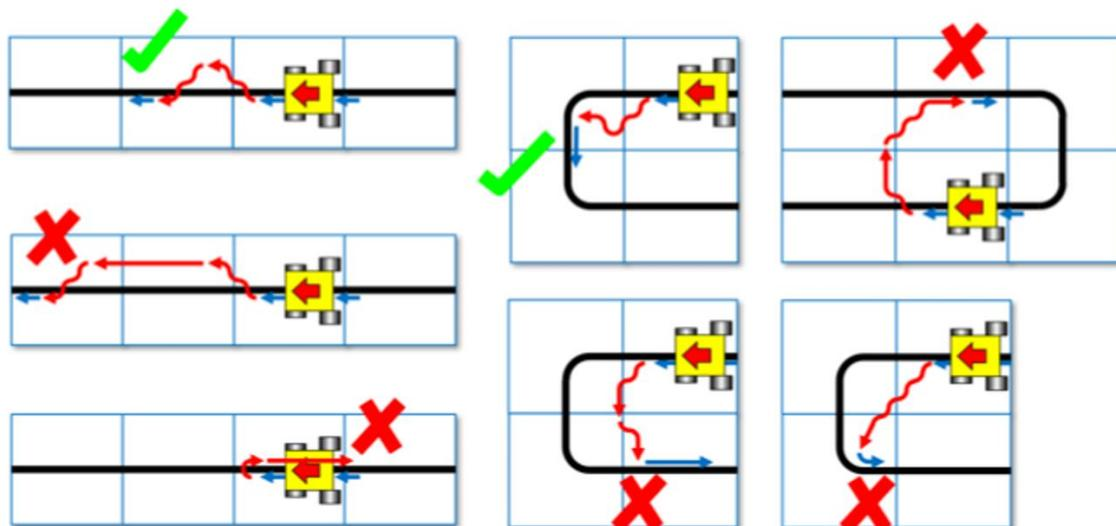

Рис.7. Примеры потери роботом линии.
- б. робот теряет черную линию, не восстанавливая ее на следующей плитке в последовательности (см. рис.7).